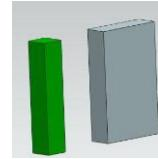
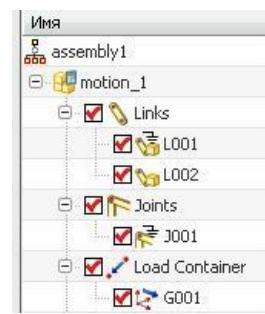
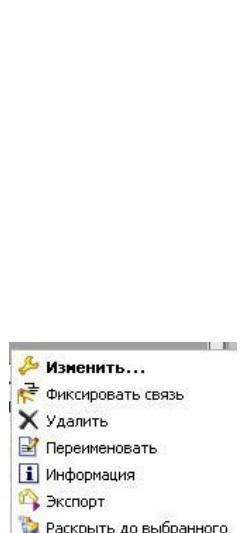
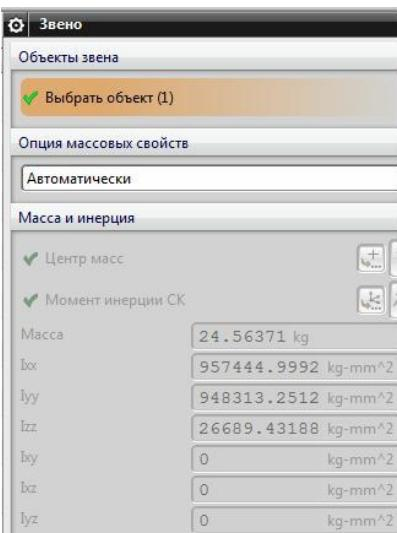

рис.32
рис.33
Рис.34
рис.35
- Чтобы анализ в данном примере все-таки состоялся, нужно в ваш механизм дополнительно вставить неподвижное тело (рис.32, зеленое тело). И тогда можно задавать внешнюю силу или момент на ваше единственное подвижное тело (рис.33). Система благополучно выполнит требуемый анализ.
- Если на рис.33 вы подсветите строку какой-либо детали, например, L002, потом вызовите контекстное меню, а нем выберите команду **Изменить** (рис.34), то система предоставит окно рис.35, в котором можно увидеть рассчитанные системой для данного тела **массу** и его **моменты инерции**. Обратите внимание на то, что все цифры – тусклые, потому что вы никак не можете изменить рассчитанные величины.